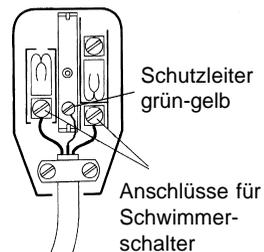

Bild 2
- Elektrische Installation des Zwischensteckers gemäß Bild 2.